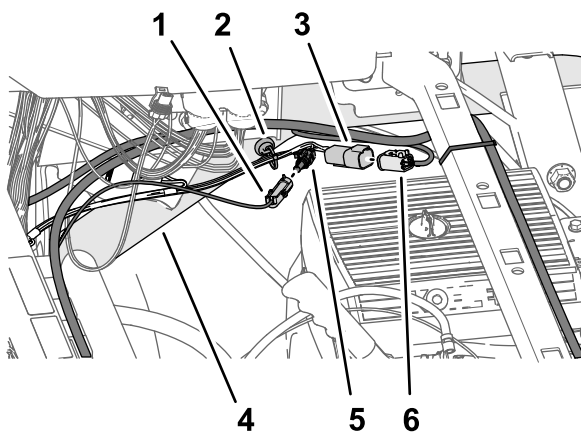

Figura 204
3. Collegate il connettore a 1 pin del cablaggio della batteria indicato come *****IMPORTANTE***** COLLEGATE QUESTO FILO SOLO ALLA PRESA DI ALIMENTAZIONE COMMUTATA DA 12 V al connettore a 1 presa della diramazione di 66 cm del cablaggio preassemblato del kit (Figura 204) indicato come ALIMENTAZIONE COMMUTATA PER TOPCON GEN 2).
4. Collegate il connettore a 4 pin della diramazione di 66 cm del cablaggio preassemblato del kit indicato come ALIMENTAZIONE ASC 10 E CAN DA X30 al connettore a 4 prese della diramazione del cablaggio dati indicato come CAN 2/ASC10 BUS (Figura 204).